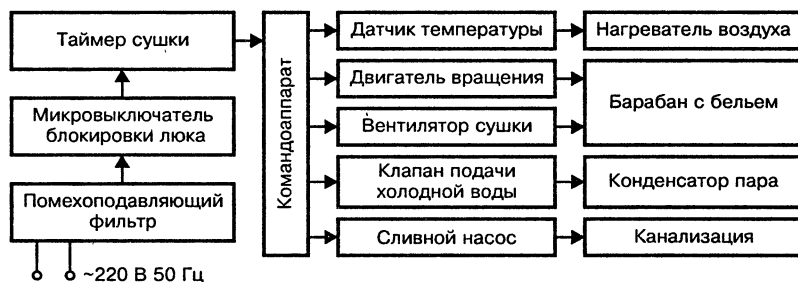

Рис. 10.14. Структурная схема системы сушки
**Система сушки.** Представлена лишь в некоторых машинах, называемых стирально-сушильными (рис. 10.14, 10.15). Сушка происходит горячим воздухом. Нагрев воздуха производится специальным нагревательным элементом. Вентилятор гонит мощный